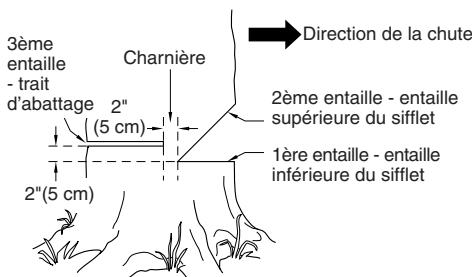

Figure 12 - Abattage d'un arbre
Un sifflet d'abattage correctement placé permet de déterminer la direction de la chute de l'arbre. Placer le sifflet d'abattage du côté de l'arbre où l'on veut qu'il tombe. (Voir la Figure 12, page 51.) Procéder de la façon suivante pour faire le sifflet.
- Faire l'entaille inférieure aussi près du sol que possible. Tenir la tronçonneuse de manière à ce que la guide-chaîne soit horizontale. Tailler sur 1/3 du diamètre du tronc d'arbre. (Voir la Figure 12, page 51.)
Exemple : Si l'entaille inférieure a 20 cm (8 po) de profondeur, commencer l'entaille supérieure à 20 cm au-dessus de cette dernière. Scier vers le bas à un angle de 45°. L'entaille supérieure doit rencontrer l'extrémité de l'entaille inférieure. (Voir la Figure 12.)
- De l'autre côté de l'arbre, faire le trait d'abattage à 5 cm (2 po) au-dessus de l'entaille inférieure du sifflet. (Voir la Figure 12.) Faire le trait parallèle à l'entaille inférieure.
AVERTISSEMENT : Ne pas scier l'arbre complètement. Laisser environ 5 cm (2 po) de bois non scié directement derrière le sifflet d'abattage. (Voir la Figure 12.) Cette partie non sciée sert de charnière. La charnière empêche l'arbre de se tordre et de tomber dans la mauvaise direction.